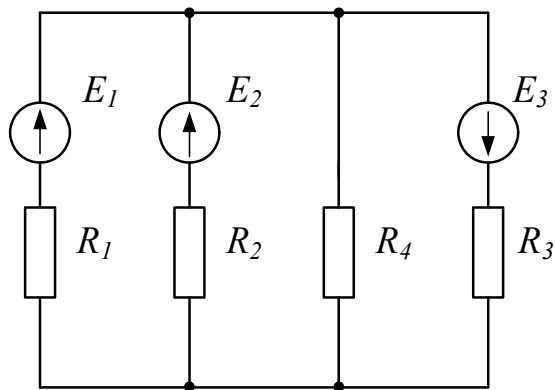

Рисунок 15
*Задача 10.* В цепи (рис.15) ЭДС источников питания равны  $E_1=120\text{В}$ ,  $E_2=200\text{В}$ ,  $E_3=100\text{В}$ , а сопротивления ветвей соответственно  $R_1=1\text{Ом}$ ,  $R_2=2\text{Ом}$ ,  $R_3=4\text{Ом}$ ,  $R_4=5\text{Ом}$ . Рассчитать токи в ветвях цепи методом контурных токов, определить режим работы каждого из источников. Составить баланс мощностей.